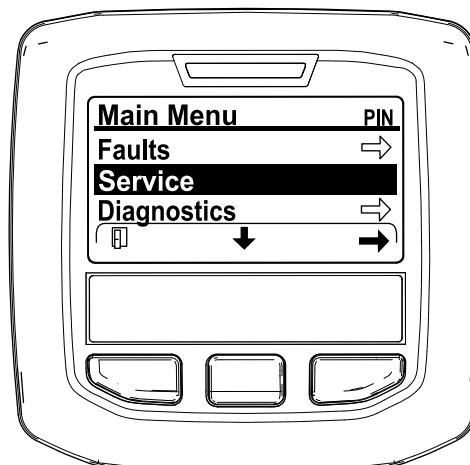

Рисунок 31
- Перейдите в MAIN MENU (ГЛАВНОЕ МЕНЮ), нажмите среднюю кнопку, чтобы перейти вниз к SERVICE MENU (МЕНЮ ТЕХОБСЛУЖИВАНИЯ), и нажмите правую кнопку, чтобы выбрать опцию SERVICE (ТЕХОБСЛУЖИВАНИЕ) (Рисунок 31).